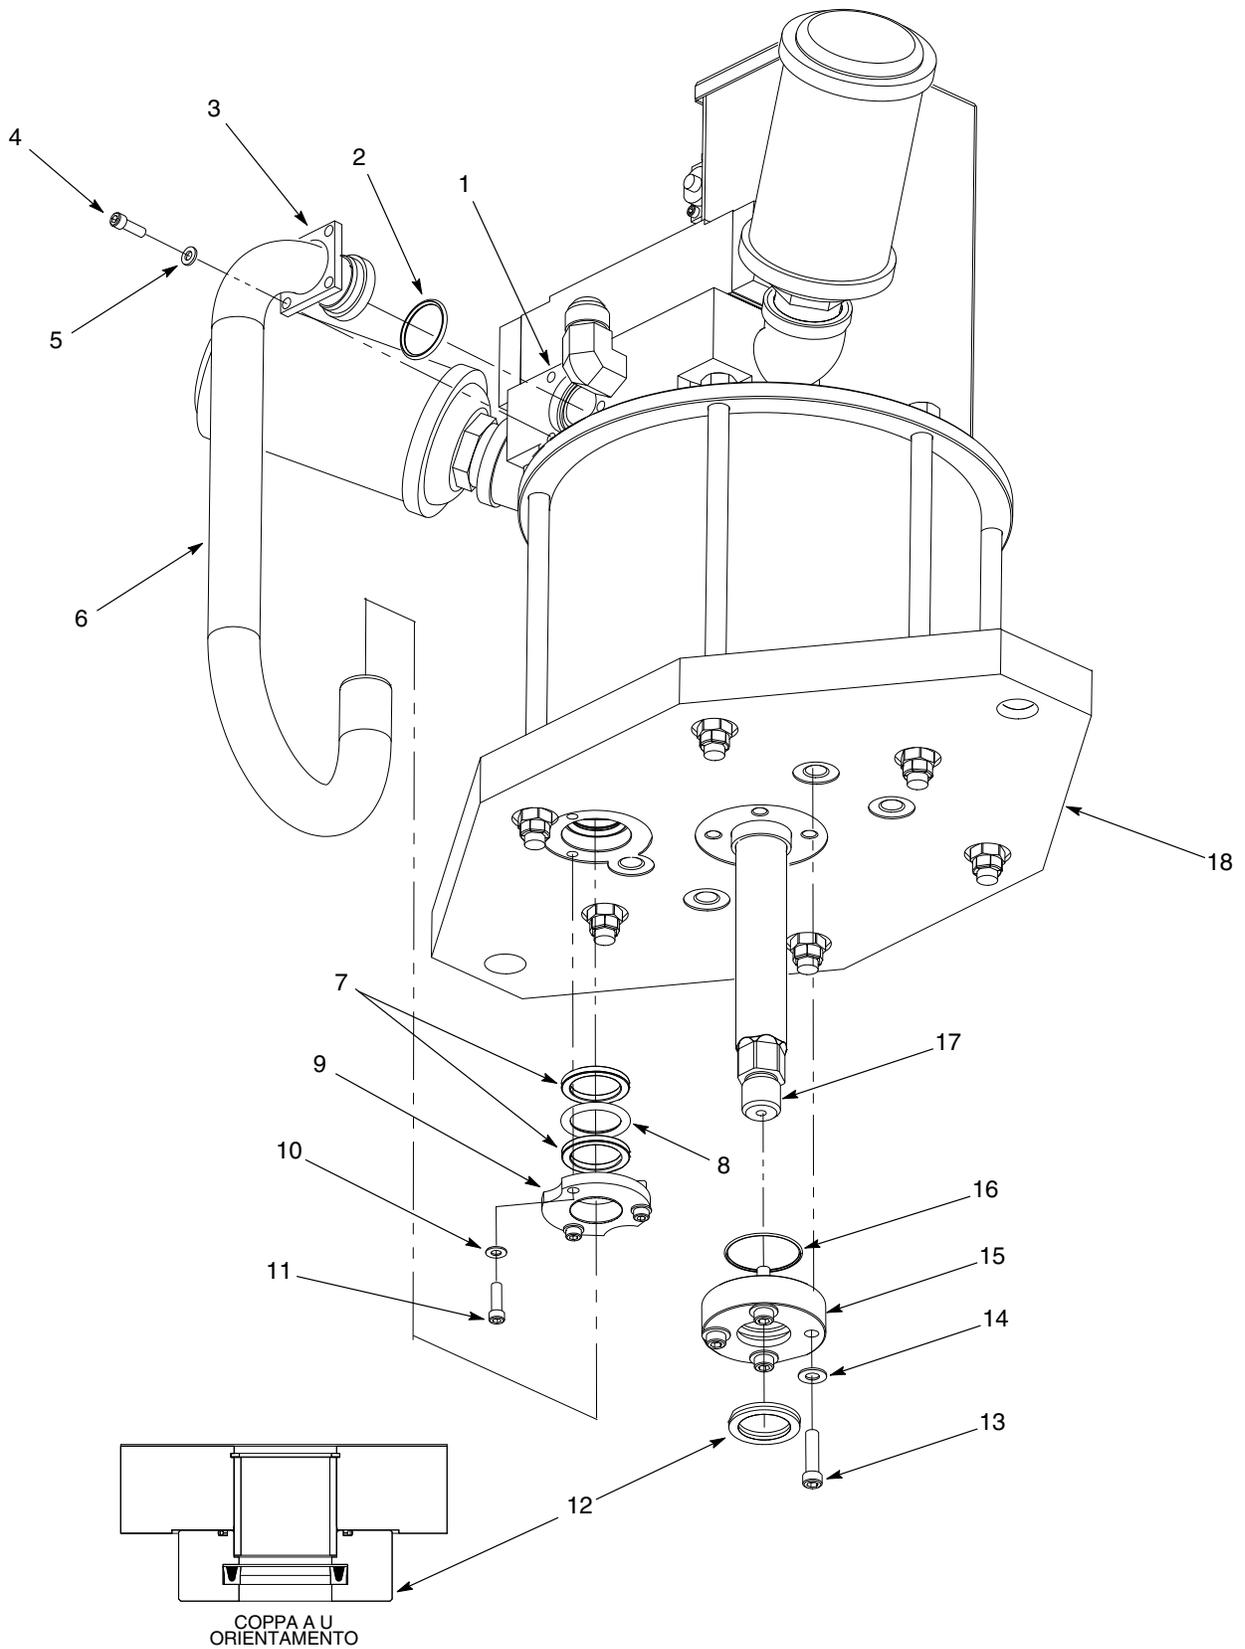

Figura 11 Sostituzione delle guarnizioni e degli anelli della piastra di base
1. Vedi figura 11. Togliere le viti (4) e le rondelle (5) che fissano il ritegno del tubo di alimentazione superiore (3) al collettore aria (1).
2. Togliere le viti (11) e le rondelle (10) che fissano il ritegno del tubo di alimentazione inferiore (9) alla piastra di base (18).
3. Rimuovere il tubo di alimentazione (6) dal collettore aria (1) e dalla piastra di base (18).
5. Togliere l'o-ring (2) dal collettore aria (1). Rimuovere i quad-ring (7) e gli o-ring (8) dalla piastra di base (18). Gettare via i quad-ring e gli o-ring.
1. Vedi figura 11. Lubrificare i quad-ring (7) e gli o-ring (8) con grasso TFE. Installare i quad-ring e gli o-ring nella piastra di base (18) come illustrato.
2. Installare il ritegno inferiore sulla piastra di base (18) usando rondelle (10) e viti (11). Stringere le viti solo a mano.
3. Lubrificare l'o-ring del collettore aria (2) con grasso TFE e montarlo nel collettore aria (1).
4. Installare il ritegno superiore (3) sul tubo di alimentazione aria (6).
5. Inserire con attenzione la parte inferiore del tubo di alimentazione aria (6) attraverso il ritegno inferiore (9) fin dentro la piastra di base (18).
6. Inserire con attenzione la parte superiore del tubo di alimentazione aria (6) nel collettore aria (1).
7. Fissare il ritegno superiore (3) al collettore aria (1) usando le viti (4) e le rondelle (5). Serrare le viti a 10-12 ft-lb (13-16 N•m).
8. Serrare le viti del ritegno inferiore (11) a 10-12 ft-lb (13-16 N•m).
1. Vedi figura 11. Togliere le viti (13) e le rondelle (14) che fissano il ritegno dell'asta del pistone (15) alla piastra di base (17).
2. Rimuovere l'o-ring (16) e la coppa ad U (12) dal ritegno dell'asta del pistone (15). Gettare via l'o-ring e la coppa ad U.
3. Lubrificare il nuovo o-ring (16) e la coppa ad U (12) con grasso TFE. Inserire l'o-ring e la coppa ad U nel ritegno dell'asta del pistone (15) come illustrato.
4. Montare il ritegno dell'asta del pistone (15) sulla piastra di base (17) usando le viti (13) e le rondelle (14). Serrare le viti a 22-25 ft-lb (30-33 N•m).